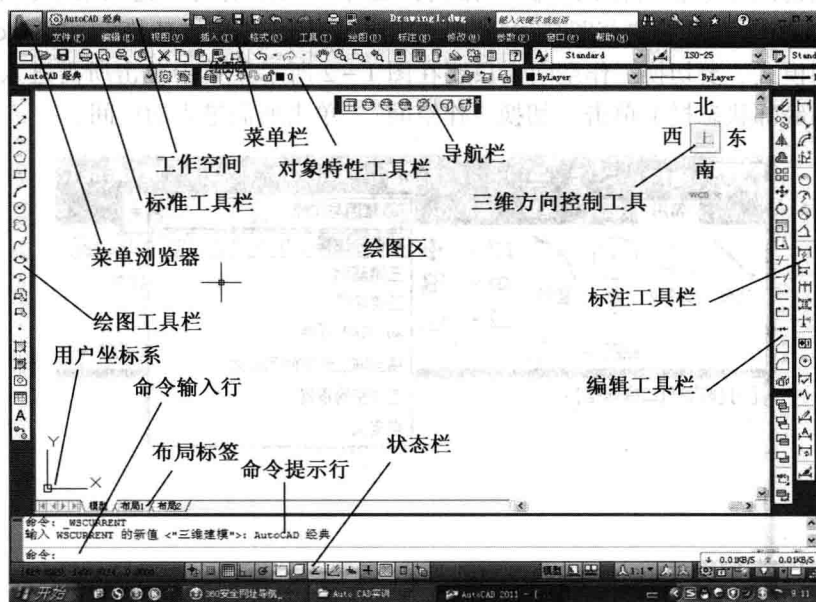

图 1-4 AutoCAD 经典界面
(2) 在软件窗口中,分别单击“菜单浏览器”按钮、“功能区选项板”、“快速访问工具栏”,并单击各“功能区选项板”下方的“▼”按钮,显示出隐藏的内容,观察各选项。
(3) 将工作空间切换到“AutoCAD 经典”界面,AutoCAD 经典界面窗口中各区域的名称如图 1-4 所示。